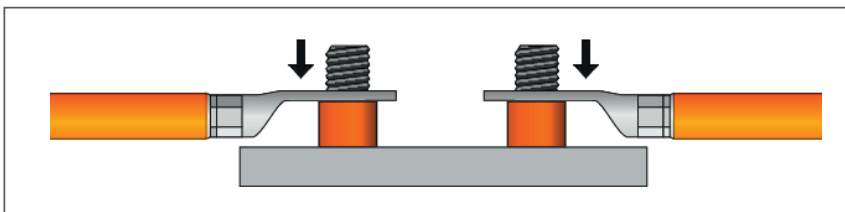

Abb. 5-16: HV BM 1.2, Leitung HV+, Ringkabelschuhe auf Gewindebolzen aufsetzen
- ☞ Die Ringkabelschuhe der Leitungen HV+ wie in Abb. 5-16 dargestellt auf die Gewindebolzen aufsetzen.